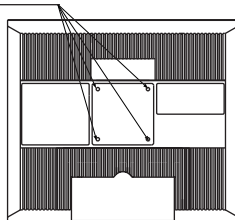

Rysunek R.3
5. Podłącz kabel zasilający, kabel sygnałowy i kabel audio do złącza z tyłu monitora (**Rysunek R.3**).